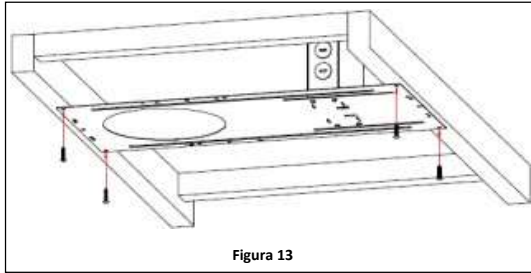

Figura 13
1. Coloca el kit de armazón en la viga del techo en la ubicación deseada de la lámpara. Asegúrate de dejar suficiente espacio para la caja de conexiones instalada en el kit de armazón (*según corresponda*). Atornilla el marco a las vigas para fijarlo en su lugar (Uso del hardware apropiado. Se vende por separado). **Ver Figura 13.**